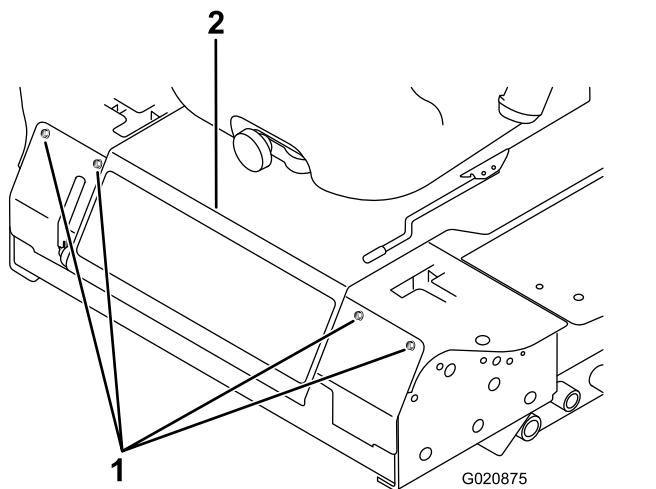

Figure 72
2. Retirez les boulons de fixation du panneau avant et déposez le panneau (**Figure 72**).